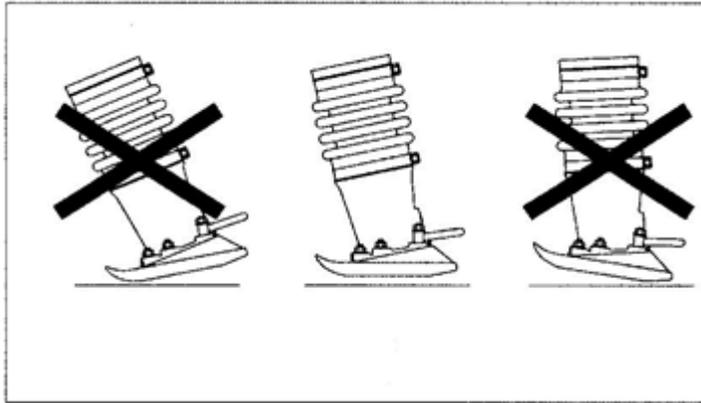

Figura 1
- 5.3.4 Para obtener la mejor compactación, la zapata debe golpear el terreno plano, no en su dedo del pie o el talón, como se muestra en la Figura 1. Esto le ahorrará el excesivo desgaste de la zapata.